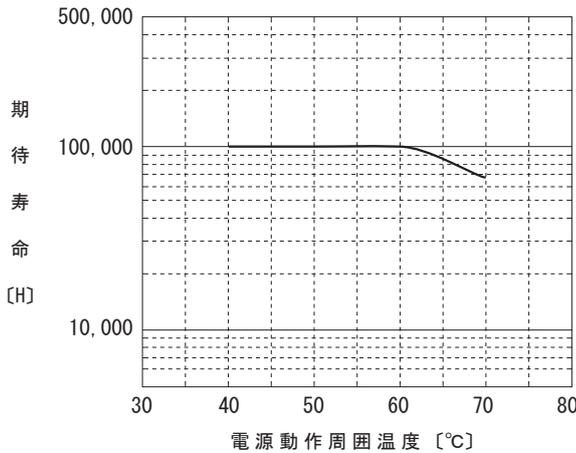
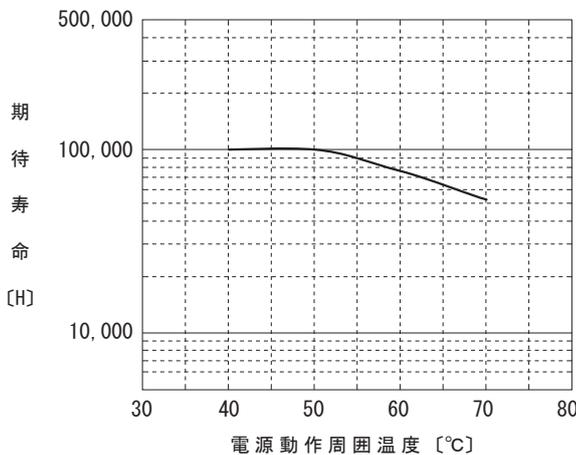

図 5.1 ファン推定寿命 (PDA300F)
図 5.2 ファン推定寿命 (PDA600F)
■ 使用条件によってファンの推定寿命 (R (t) =90%) は図5.1、図5.2のようになります。